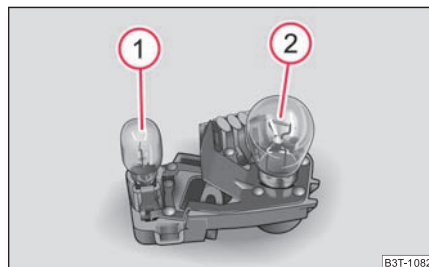

Abb. 241 Innerer Teil der Heckleuchteinheit: Lampen
- Zum Wechseln einer Lampe des Rückfahrscheinwerfers ① ⇒ Abb. 241 ziehen Sie die defekte Lampe aus der Fassung heraus und setzen Sie eine neue ein.
- Zum Wechseln der Lampe der Nebelschlussleuchte ② ⇒ Abb. 241 drehen Sie die defekte Lampe bis zum Anschlag nach links und nehmen Sie diese heraus.
Einbaulage der Lampen in der inneren Heckleuchteinheit ⇒ Seite 272, Abb. 241.